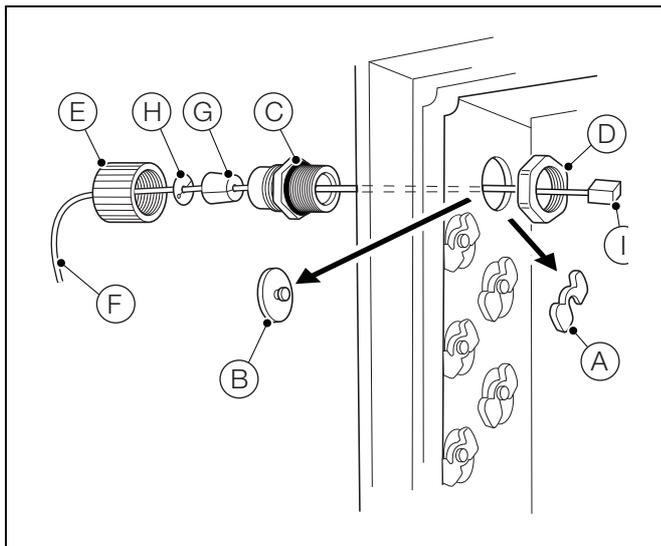
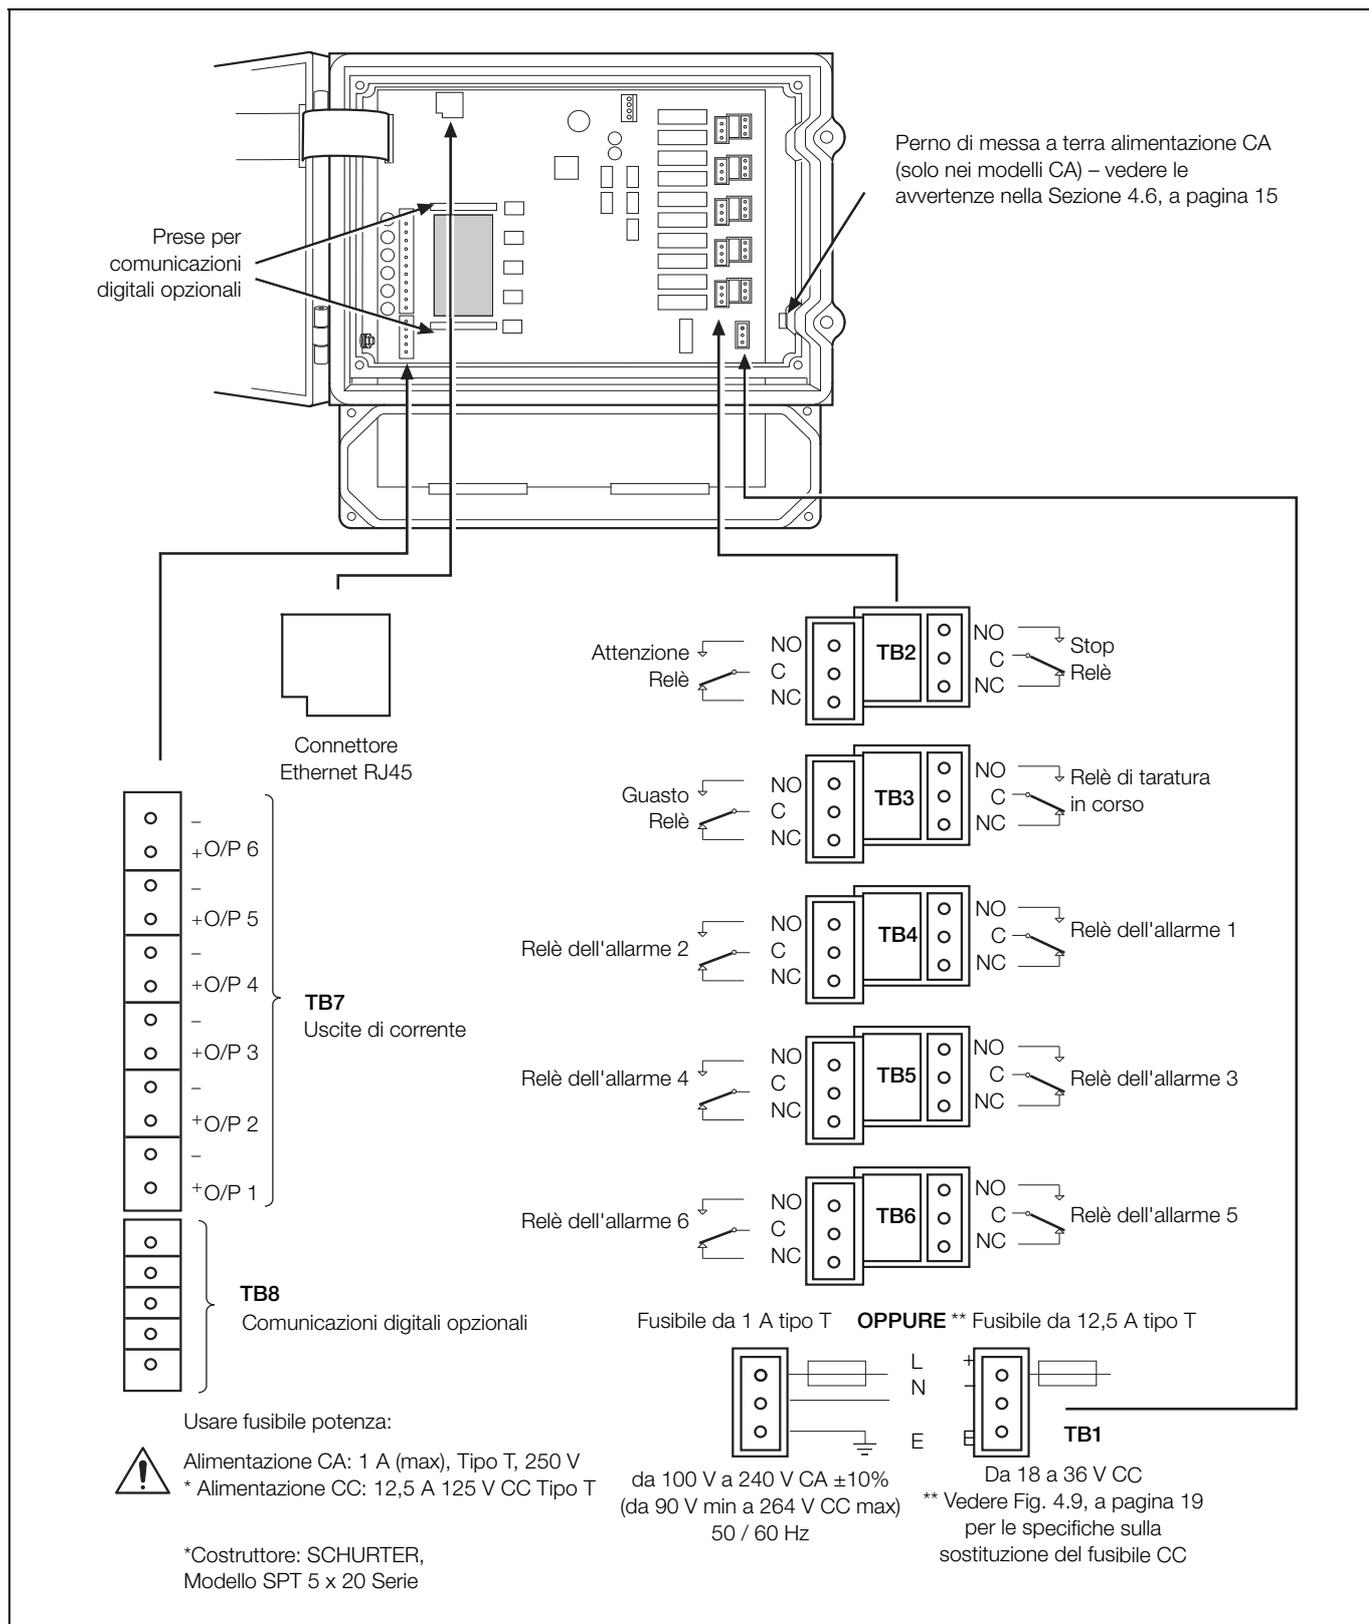

Fig. 4.6 Collegamenti Ethernet
Fig. 4.7 Panoramica dei collegamenti
- Accertarsi che siano installati i fusibili corretti – Fig. 4.7, pagina 18, per i dettagli relativi ai fusibili.
- Le etichette dei collegamenti delle schede di applicazione per le morsettiere sono identificate in Fig. 4.7, a pagina 18.
1. Ruotare in senso antiorario le viti dello sportello dei componenti elettronici (A) di  $1/4$  di giro e aprire lo sportello.
2. Rimuovere mediante un cacciavite con punta a croce le quattro viti (B), quindi rimuovere il coperchio trasparente (C).
3. Per ogni ingresso dei cavi, rimuovere il tappo di chiusura (E) sfilando da esso il fermaglio di ritenuta (D).
4. Installare il pressacavi (F) e fissarlo mediante il dado (G).
5. Rimuovere il coperchio (H) del pressacavi e inserirvi il cavo (I).
6. Inserire il cavo nel pressacavi (F) e nell'involucro.
7. Rimuovere i connettori della morsettieria (J) e, utilizzando un cacciavite piccolo con la punta piatta, effettuare i collegamenti a ciascun connettore. Accertarsi che i fili siano collegati ai terminali corretti – vedere la Fig. 4.7, a pagina 18.
9. Serrare il dado (H) del pressacavi di tutti i collegamenti effettuati.
11. Una volta effettuati tutti i collegamenti, reinstallare il coperchio trasparente (C) e fissarlo mediante le quattro viti (B). Chiudere lo sportello della sezione dei componenti elettronici e bloccarlo serrando le sue due viti di ritenuta (A) di  $1/4$  di giro in senso orario.
2. Con riferimento a Fig. 4.6:
- a. Rimuovere il tappo di chiusura (A) sfilando da esso il fermaglio di ritenuta (B).
- b. Installare il pressacavi (C) e fissarlo mediante il dado (D).
- c. Rimuovere il coperchio (E) del pressacavi e inserirvi il cavo (F).
- d. Installare sul cavo la boccola spaccata in gomma (G) e la rondella spaccata (H).
- e. Inserire il cavo nel pressacavi (C) e nell'involucro.
- f. Inserire il connettore RJ45 (I) nella presa Ethernet RJ45 sulla scheda delle applicazioni (vedere la Fig. 4.7, a pagina 18 per i dettagli relativi all'ubicazione) e serrare il dado del pressacavi (E).